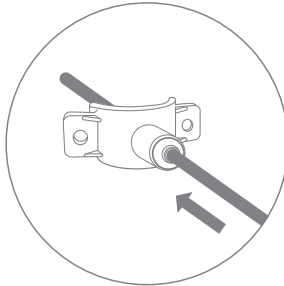

Рис. 10
3. Трубку красного цвета из комплекта поставки вставьте через хомут в просверленное отверстие на 7...10 мм (рис. 10).